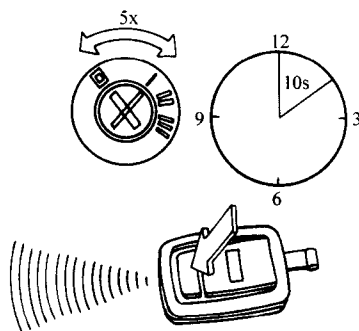

图 8-7 防盗系统重新设定
(2) 10s 内将点火开关从“OFF”位转至“ACC”（第 I 段）位，循环转动 5 次，最后停在第 I 段，如图 8-7 所示。